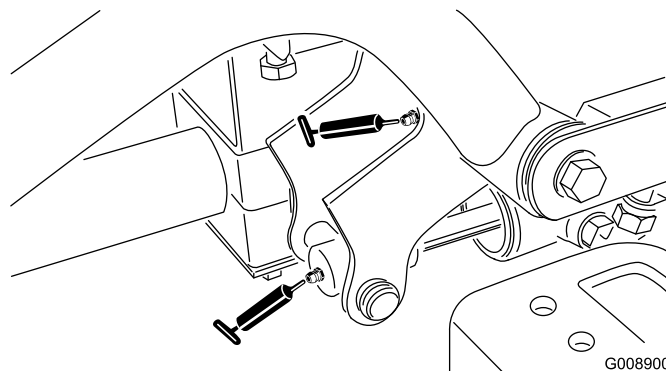

Bild 34
- Rechte vordere Hubarm-Drehbüchsen und Hubzylinder (2) (Bild 34)